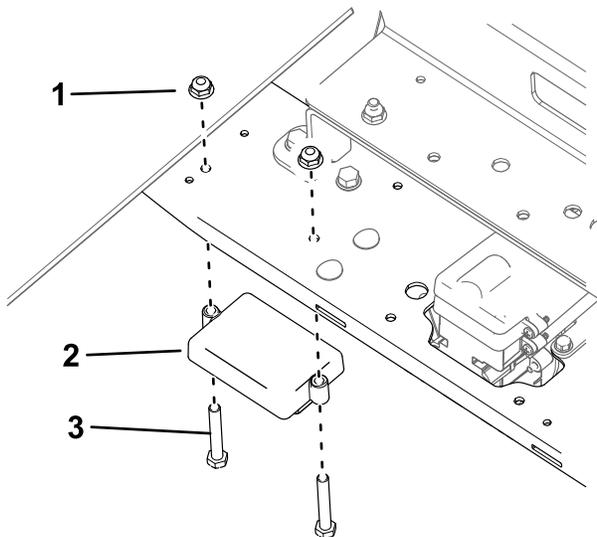

Figure 4
4. Installez le module du capteur sous le cadre de traverse à l'aide de 2 boulons et 2 écrous (Figure 4).